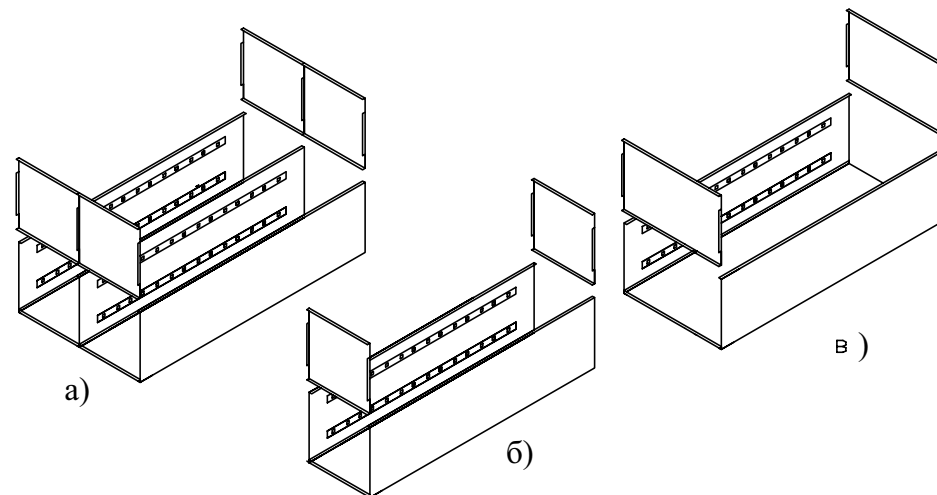

Рис.2
Установить полку-крышу и полку-дно между боковинами. Склепать (Рис.2 б, в). Для ШСА100(50)/(40) установить перекрытия между секциями закрепить сначала между боковинами, затем через перегородку склепать между собой, оставив верхний ряд отверстий на боковинах свободным. (Рис.2 а).